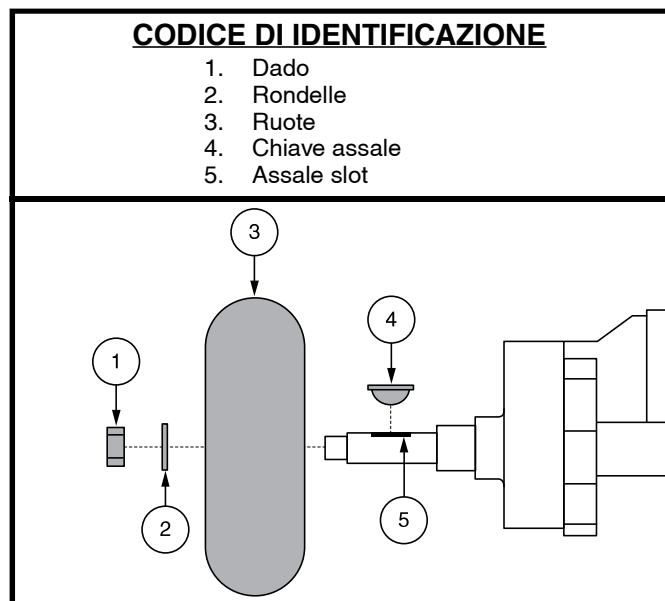

Figura 21. Rimozione di ruote a gomma solida
3. Rimuovere il cappuccio, dado e rondelle dall'assale della ruota. **Vedere figura 21.**